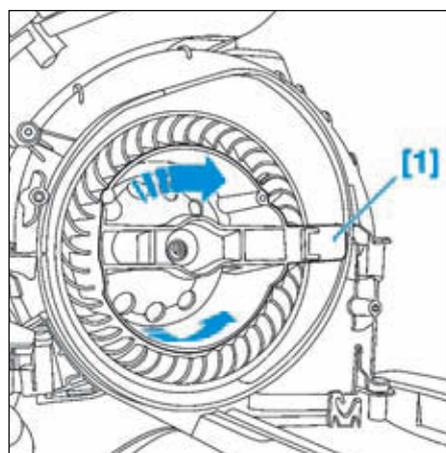

FIG.53
• Tourner dans le sens horaire l'outil [1] pour verrouiller la soufflante d'air d'habitacle (Fig.53).